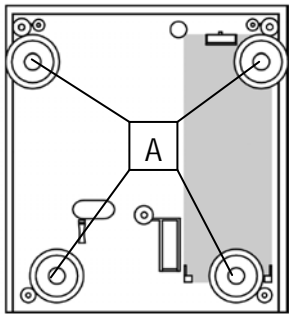

Fig. 3
- 2) Fixer la sirène au mur à l'aide des trous prévus (fig. 3 "A" - en cas de nécessité, ôter le module hors de son siège).
- 2) Die Sirene über die angebrachten Löcher an der Wand befestigen (Abb. 3 "A" – wenn nötig das Modul aus seinem Sitz entfernen)
- 2) Fije la sirena a la pared utilizando los agujeros previstos (fig. 3 "A" - en caso de necesidad quite el módulo de su propio alojamiento).